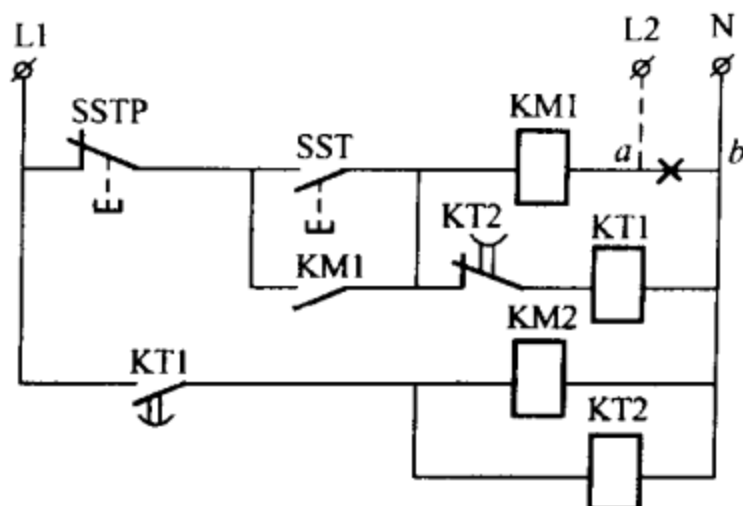

图 3-16 接触器 KM1 替代改接线示意图
(2) 某电热装置需要热元件通电加热后，按一定间隔时间接通或断开风冷却电动机。其局部控制线路如图 3-16 所示。原控制电压为 220V，当控制电热装置的主接触器 KM1 改用 380V 规格时，将 *ab* 处断开，*a* 处接 L2 相，结果将出现 SST 未按下（装置尚未加热），由 KM2 控制的风冷却电机就会自行转动→停止→转动……，原因是因为时间继电器 KT1 阻抗远大于 KM1，L2 相与中性线 N 之间的 220V 电压几乎全部落在 KT1 两端，使 KT1 吸合，其动合触点延时一定时间闭合，接通 KT2 与 KM2，由 KM2 控制的风冷电机转动起来。KT2 的动断触点延时一定的时间后断开，使 KT1 失电释放，KT1 动合触点瞬时断开，切断 KT2 和 KM2，同时 KT2 的动断触点复位，又使 KT1 得电重复上述动作。
② 互换支路中仅有动断触点时，则应具体分析电路。如果应先动作的继电器、接触器在互换代用后会发误动作，即本身不先动作或不动作，如图 3-16 中的 KM1。应将其动合触点串入并联支路中，如图 3-16 中，因 KM1 在 KT1 前动作，只要将 KM1 的一个辅助动合触点串入 KT1 支路中即可。若互换代用的继电器、接触器在互换后仍会先动作而无误动作的可能，则不必如此。